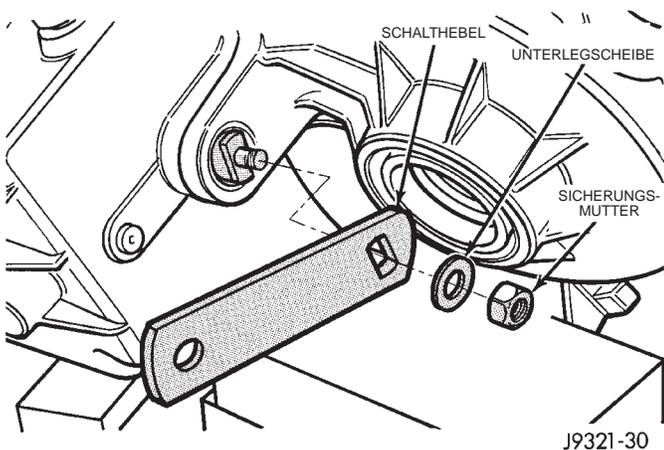

Abb. 74 Schalthebel einbauen
(1) Den Schalter der Allradkontrollleuchte in die vordere Gehäusehälfte einbauen und mit einem Anzugsmoment von 20-34 N·m (15-25 ft. lbs.) festziehen.
(2) Schalthebel, Unterlegscheibe und Sicherungsmutter auf der Schalthebelwelle befestigen (Abb. 74). Die Sicherungsmutter mit einem Anzugsmoment von 27-34 N·m (20-25 ft. lbs.) festziehen.